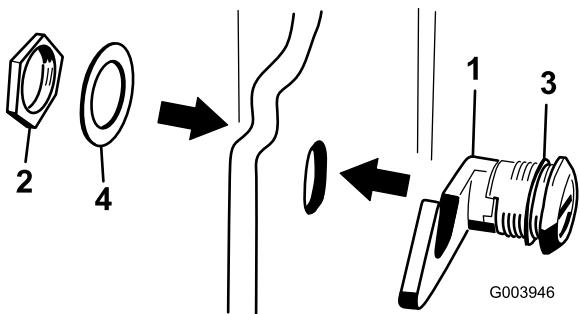

Figure 6
4. À l'extérieur du capot, insérez le côté crochu du verrou dans le trou du capot en veillant à ce que la rondelle d'étanchéité en caoutchouc reste à l'extérieur du capot (Figure 6).
3. Retirez l'écrou du verrou du capot (Figure 6).